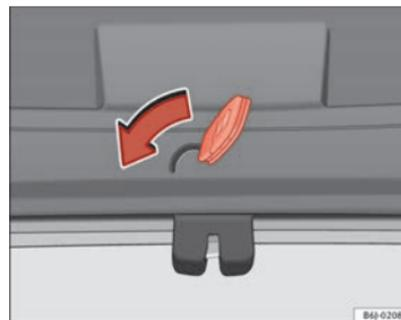

Fig. 50 Portón trasero: apertura de emergencia
- Introduzca el espadín de la llave en la ranura y desbloquee el sistema de cierre, dirigiendo la llave de derecha a izquierda, tal como indica la flecha ⇒ fig. 50.